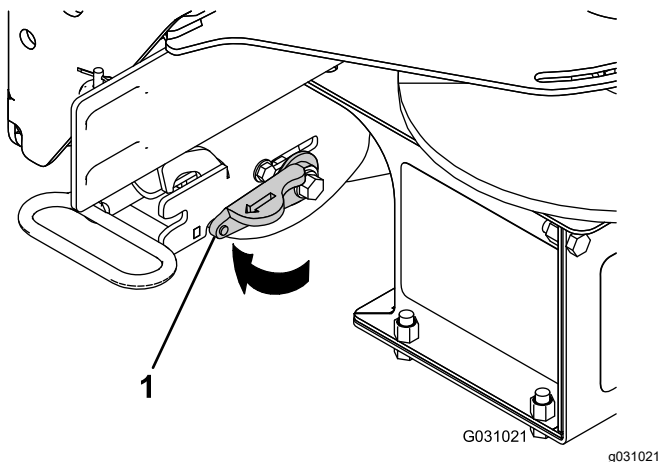

Bild 24
5. Drehen Sie den Sicherungshebel an der RT3-Halterung zum Verriegeln in die Position UNLOCK (Bild 24).